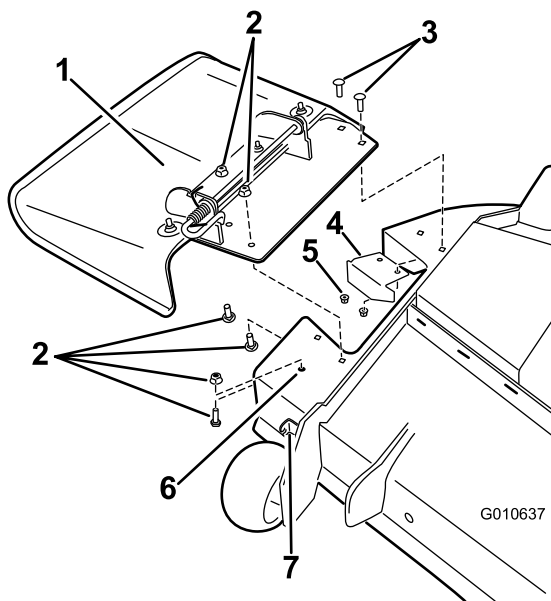
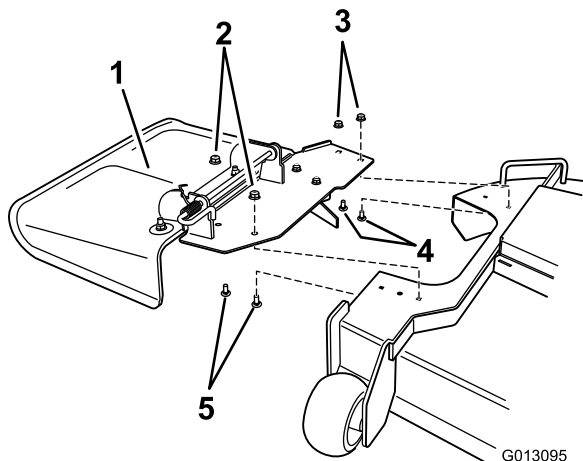

Bild 17
Bild 18
3. Stellen Sie das Versatzablenkblech ein (Bild 17).
4. Befestigen Sie das Ablenkblech (Bild 17 und Bild 18).
5. Nur 137,2 cm Mähwerke: Setzen Sie die Mutter und Schraube in das vordere Loch ein (Bild 17).